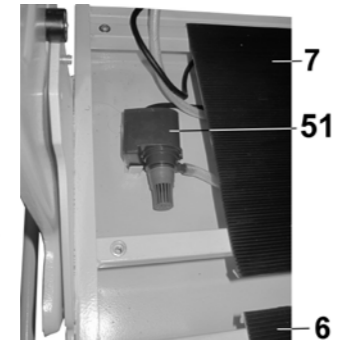

Рис. 7
9.2.2. Сдвиньте рабочий стол (7), и, как показано на рис.7, установите насос (51).
11.2.1. Заполните поддон (15) достаточным количеством воды так, чтобы заборная часть насоса (51) была полностью погружена в воду, Рис.7.